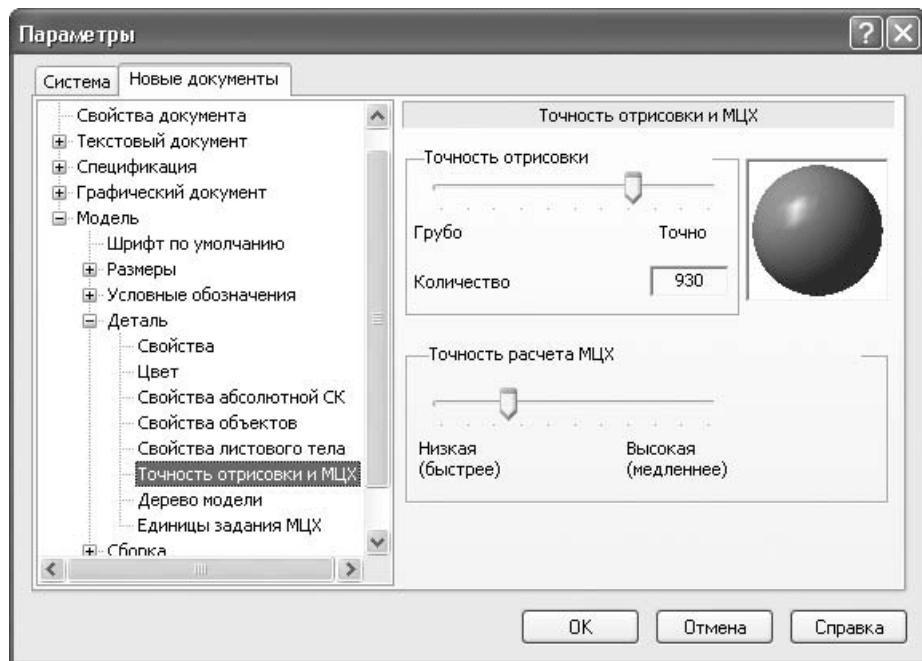

Рис. 1.68. Настройка точности отрисовки и МЧХ модели
- Деталь – позволяет изменять свойства (обозначение, наименование, материал) и цвет детали. Кроме того, здесь можно задать цвет, которым будет отображаться тот или иной тип трехмерных объектов (вспомогательная геометрия, поверхности, формообразующие операции), импортированный в деталь или созданный средствами КОМПАС-3D. Однако менять стандартные настройки не рекомендуется, так как это приведет к специфическим изменениям внешнего вида детали. Это может помешать другим пользователям, работающим с вашей деталью. Очень важным параметром настройки отображения модели является точность отрисовки и масс-центровочных характеристик (рис. 1.68). Чем выше точность отрисовки, тем медленнее работает система, но тем лучше представление объектов трехмерного документа. Следует, правда, отметить, что влияние этого параметра на